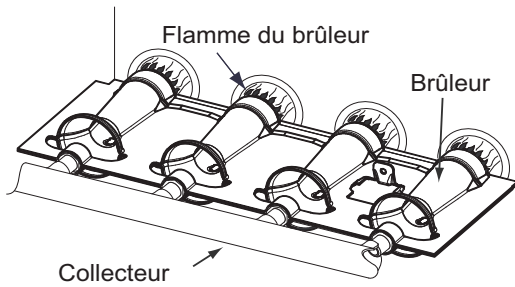

Figure 67 – Flamme du brûleur
11. Vérifiez le fonctionnement de la chaudière sur 2 cycles de chauffage complets. Inspectez les brûleurs. La flamme du brûleur doit être d'un bleu clair, presque transparent. Consultez la figure 67.